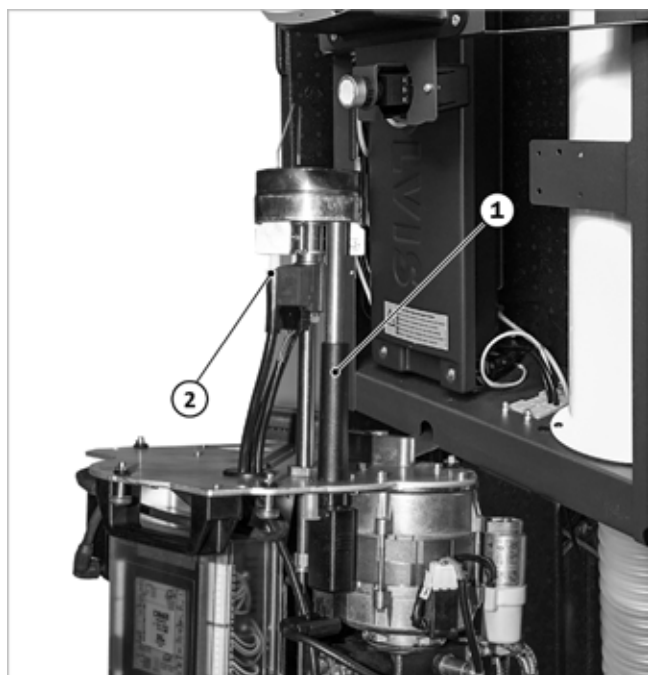

Fig. 140: Aggancio del bruciatore alla console
1. Estrarre la boccola di ispezione, vedere → Fig. 140 (1).